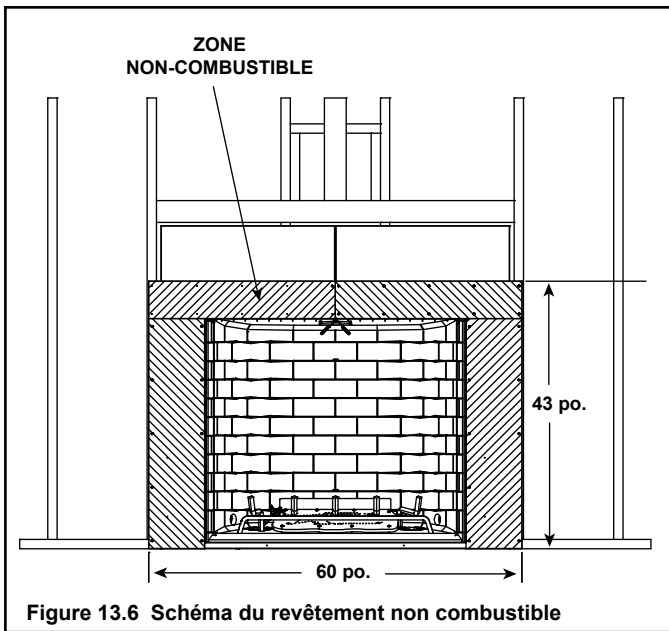

Figure 13.6 Schéma du revêtement non combustible
- Des matériaux non combustibles DOIVENT être placés autour de l'ouverture du foyer (voir la figure 13.6).